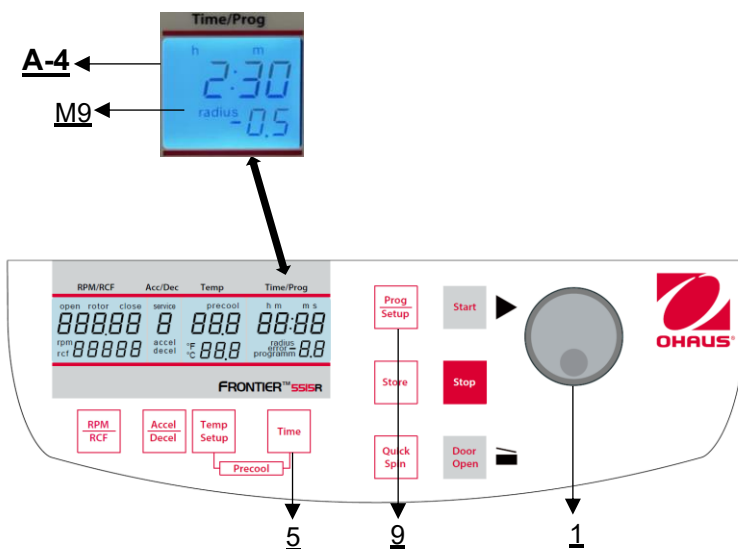

Figura 21
Per prima cosa, chiudere il coperchio della centrifuga, quindi premere contemporaneamente il tasto **"Time"** (5) e il tasto **"Prog/Setup"** (9) e tenerli premuti (**vedere Figura 21**).